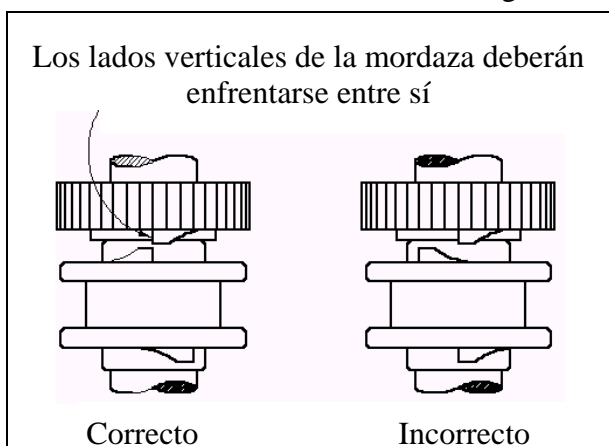

Figura 5.2.3
- El embrague (7) deberá ser subido y/o bajado suavemente. Asegúrese de montar el embrague en la forma mostrada en la Figura 5.2.3.
- Verifique el estado del retén de aceite (16) si detecta fugas de aceite en el conjunto planetario.